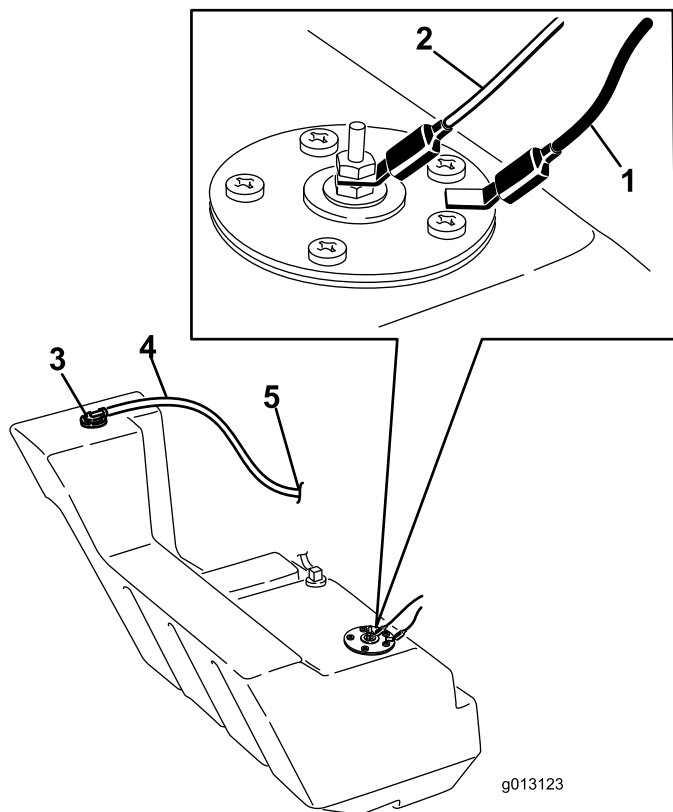

Figura 62
11. Scollegate i 2 fili che portano al lato destro del serbatoio (Figura 62).
20. Sulla parte destra del serbatoio, collegate il cavo arancione al polo centrale e il cavo nero al polo esterno (Figura 62).